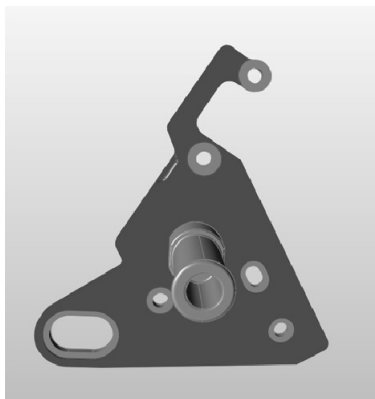

图 7-1
- 4) 选择文件 **Rear Set Bracket.stmod** 并打开，如图 7-1 所示。